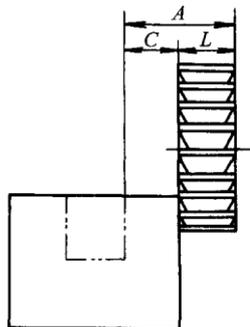

图 C-89 侧面对刀铣直角通槽
2) 侧面对刀法装夹校正工件后，调整机床，使回转中的铣刀端面刃轻擦工件侧面贴纸，垂直降落工作台，横向移动工作台一个铣刀宽度 L 加工工件侧面到槽侧距离 C 的位移量 A ， $A=L+C$ ，将横向进给紧固，调整好吃刀量，铣出直角通槽，见图 C-89。